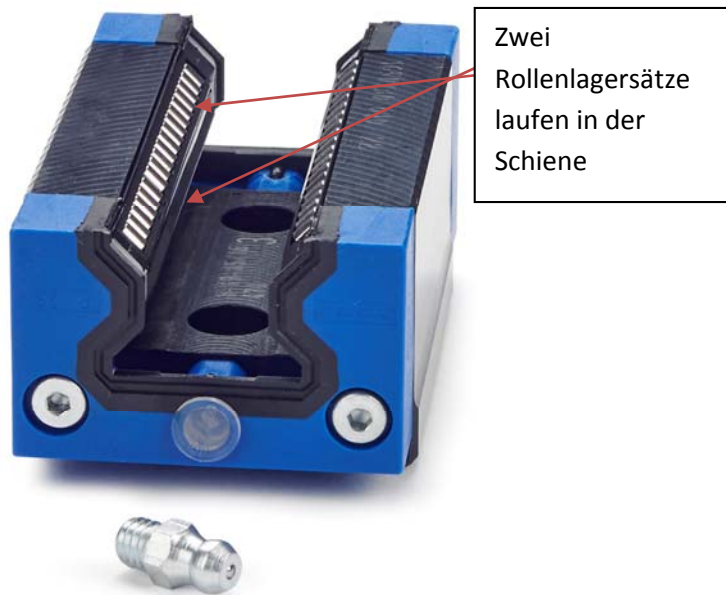

Abbildung 2: Rollenlager in O-Anordnung
- *Rollenlager in O-Anordnung:* Bei dieser Variante werden die Kugeln durch zylindrische Rollen ersetzt (Abbildung 2). Die Rollen bieten noch mehr Stabilität gegenüber den konvexen Kugeln, die nur eine punktförmige Berührungsfläche haben, sodass sie unter Druck etwas Anfälliger gegen Verformung sind. Die Rollen, hingegen, bieten eine breitere Berührungsfläche über ihre gesamte Länge.